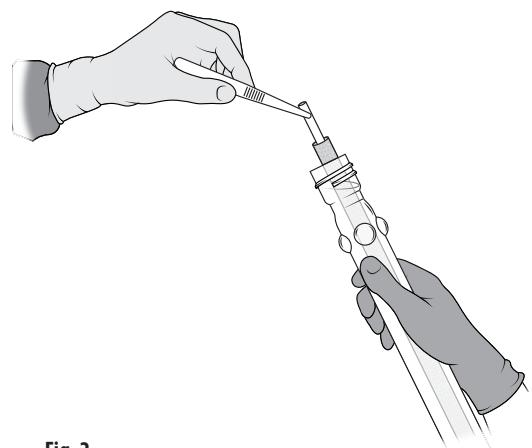

Fig. 2
4. Faire sortir le mandrin du haut du tube. En utilisant une technique aseptique, retirer la prothèse du tube en saisissant l'extrémité du mandrin et en l'extrayant doucement du tube. Fig. 2. Ne pas laisser la prothèse toucher le bord supérieur externe du tube. Le crochet en « T » situé sur la partie inférieure du mandrin empêchera le greffon de glisser hors du mandrin.